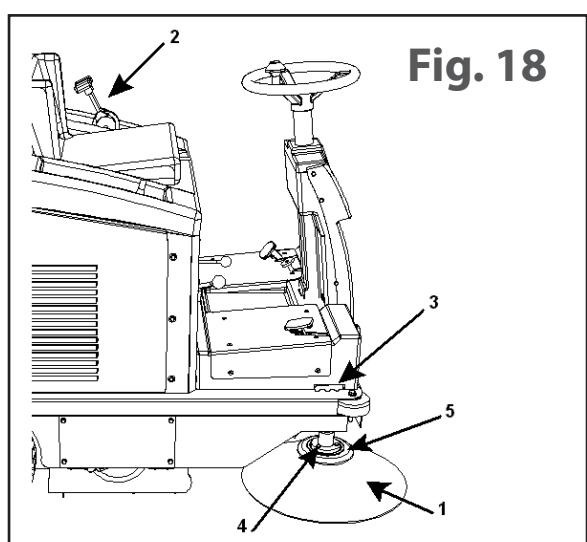

Fig. 18
Riscontrando che la spazzola laterale **Part. 1 Fig. 18** non riesce più a convogliare lo sporco verso la spazzola centrale, è necessario provvedere alla regolazione dell'altezza nel seguente modo:
Mantenendo la spazzola laterale sollevata girare in senso antiorario il registro **Part. 3 Fig. 18**.
1. Svitare i tre bulloni **Part. 4 Fig. 18** per staccare la spazzola laterale **Part. 1 Fig. 18** dalla flangia in plastica **Part. 5 Fig. 18**.
2. Sostituire la spazzola consumata con quella nuova, avvitando i bulloni **Part. 4 Fig. 18** alla flangia **Part. 5 Fig. 18**